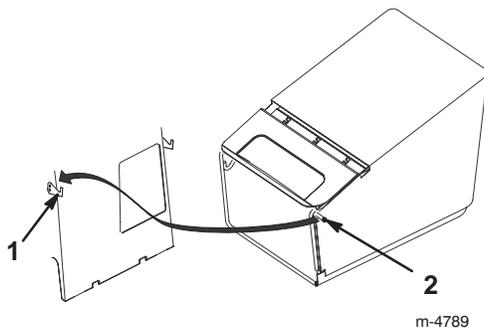

Figure 18
5. Accrochez les ergots du cadre du bac à herbe dans les crochets du plateau de coupe, comme illustré à la Figure 18.
4. Décrochez le cadre du bac du plateau de coupe et enlevez-le de l'ouverture, comme illustré à la Figure 18.